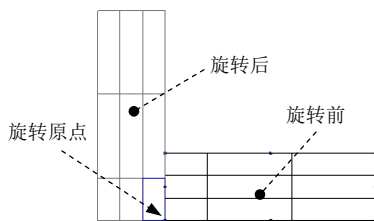

图 6.3.8 表格旋转结果
Step3. 在功能选项卡区域的 **表** 选项卡中选择 **表** 下拉菜单中的 **旋转** 命令，表格绕原点逆时针旋转 90° ，旋转结果如图 6.3.8 所示。